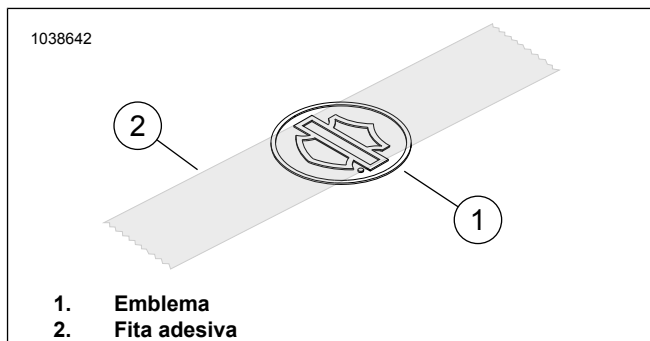

Figura 2. Aplicar fita ao emblema
2. Figura 2 Coloque 7,50 cm de fita adesiva (2) centrada sobre o logótipo Bar and Shield do medalhão (1).
4. Figura 2 Instale o medalhão no suporte.